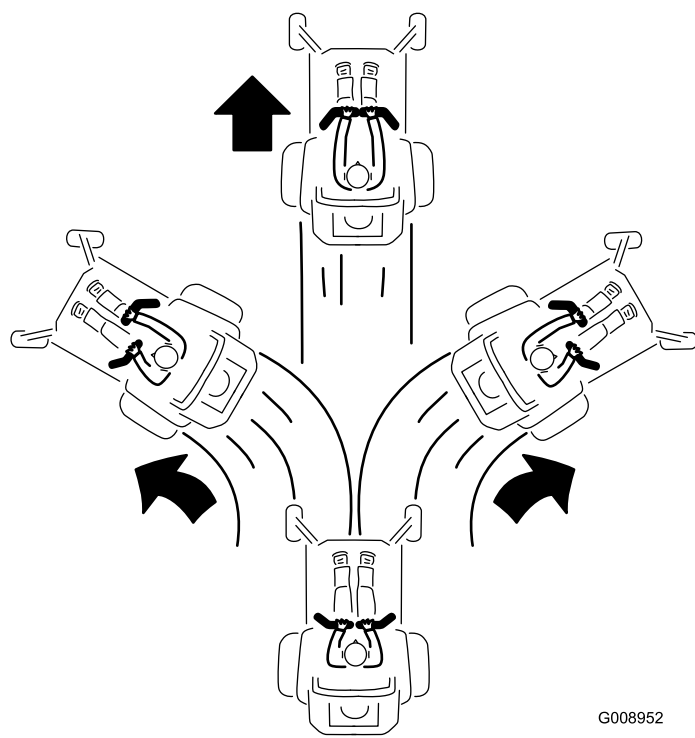

Figure 24
3. Pour vous déplacer en marche avant, poussez lentement les leviers de commande de déplacement vers l'avant (Figure 24).